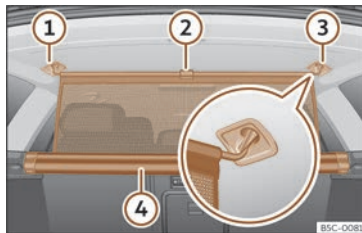

Fig. 134 Al maleter: enganxar la xarxa de separació.
- Estireu la llengüeta cap amunt»» fig. 134 ② per treure la xarxa de la carcassa ④.
- Subjecteu la xarxa de separació al costat dret o esquerre ③ (imatge ampliada).
- Subjecteu la xarxa de separació a l'allotjament de l'altre costat ① estirant la barra.